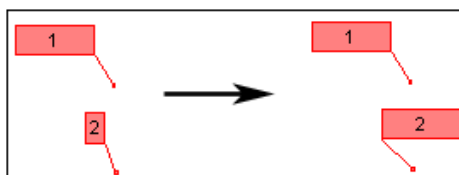

Рис. 3.134
1. Выделите номера выносок, выбрав выноску 1 первой (Рис. 3.134).
2. На **Панели инструментов для выносок** выберите инструмент **Подогнать визуальные свойства** . В результате выноски примут вид, показанный на Рис. 3.134.